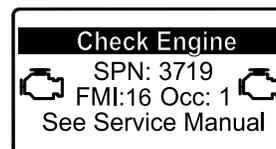

Figura 31
- Se è necessaria una rigenerazione parcheggiata, viene visualizzata un'avvertenza motore nell'InfoCenter SPN 3719, FMI 16 (Figura 31) e il computer riduce la potenza del motore all'85%.